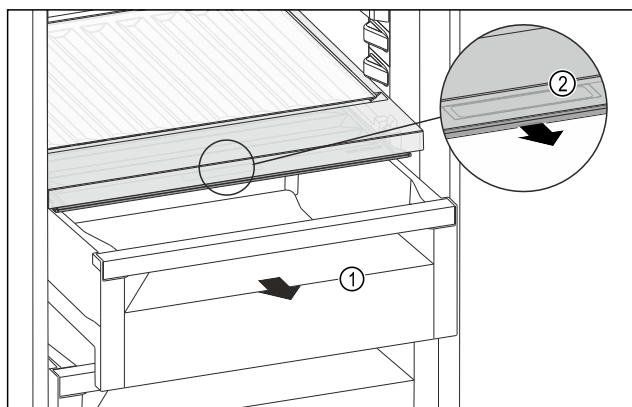

Fig. 162
- ▶ Zásuvku Fig. 162 (1) vytáhněte.
- ▶ Uchopte prohlubeň pro rukojeť Fig. 162 (2) na víku zásuvky a současně zatáhněte za víko zásuvky směrem dopředu.